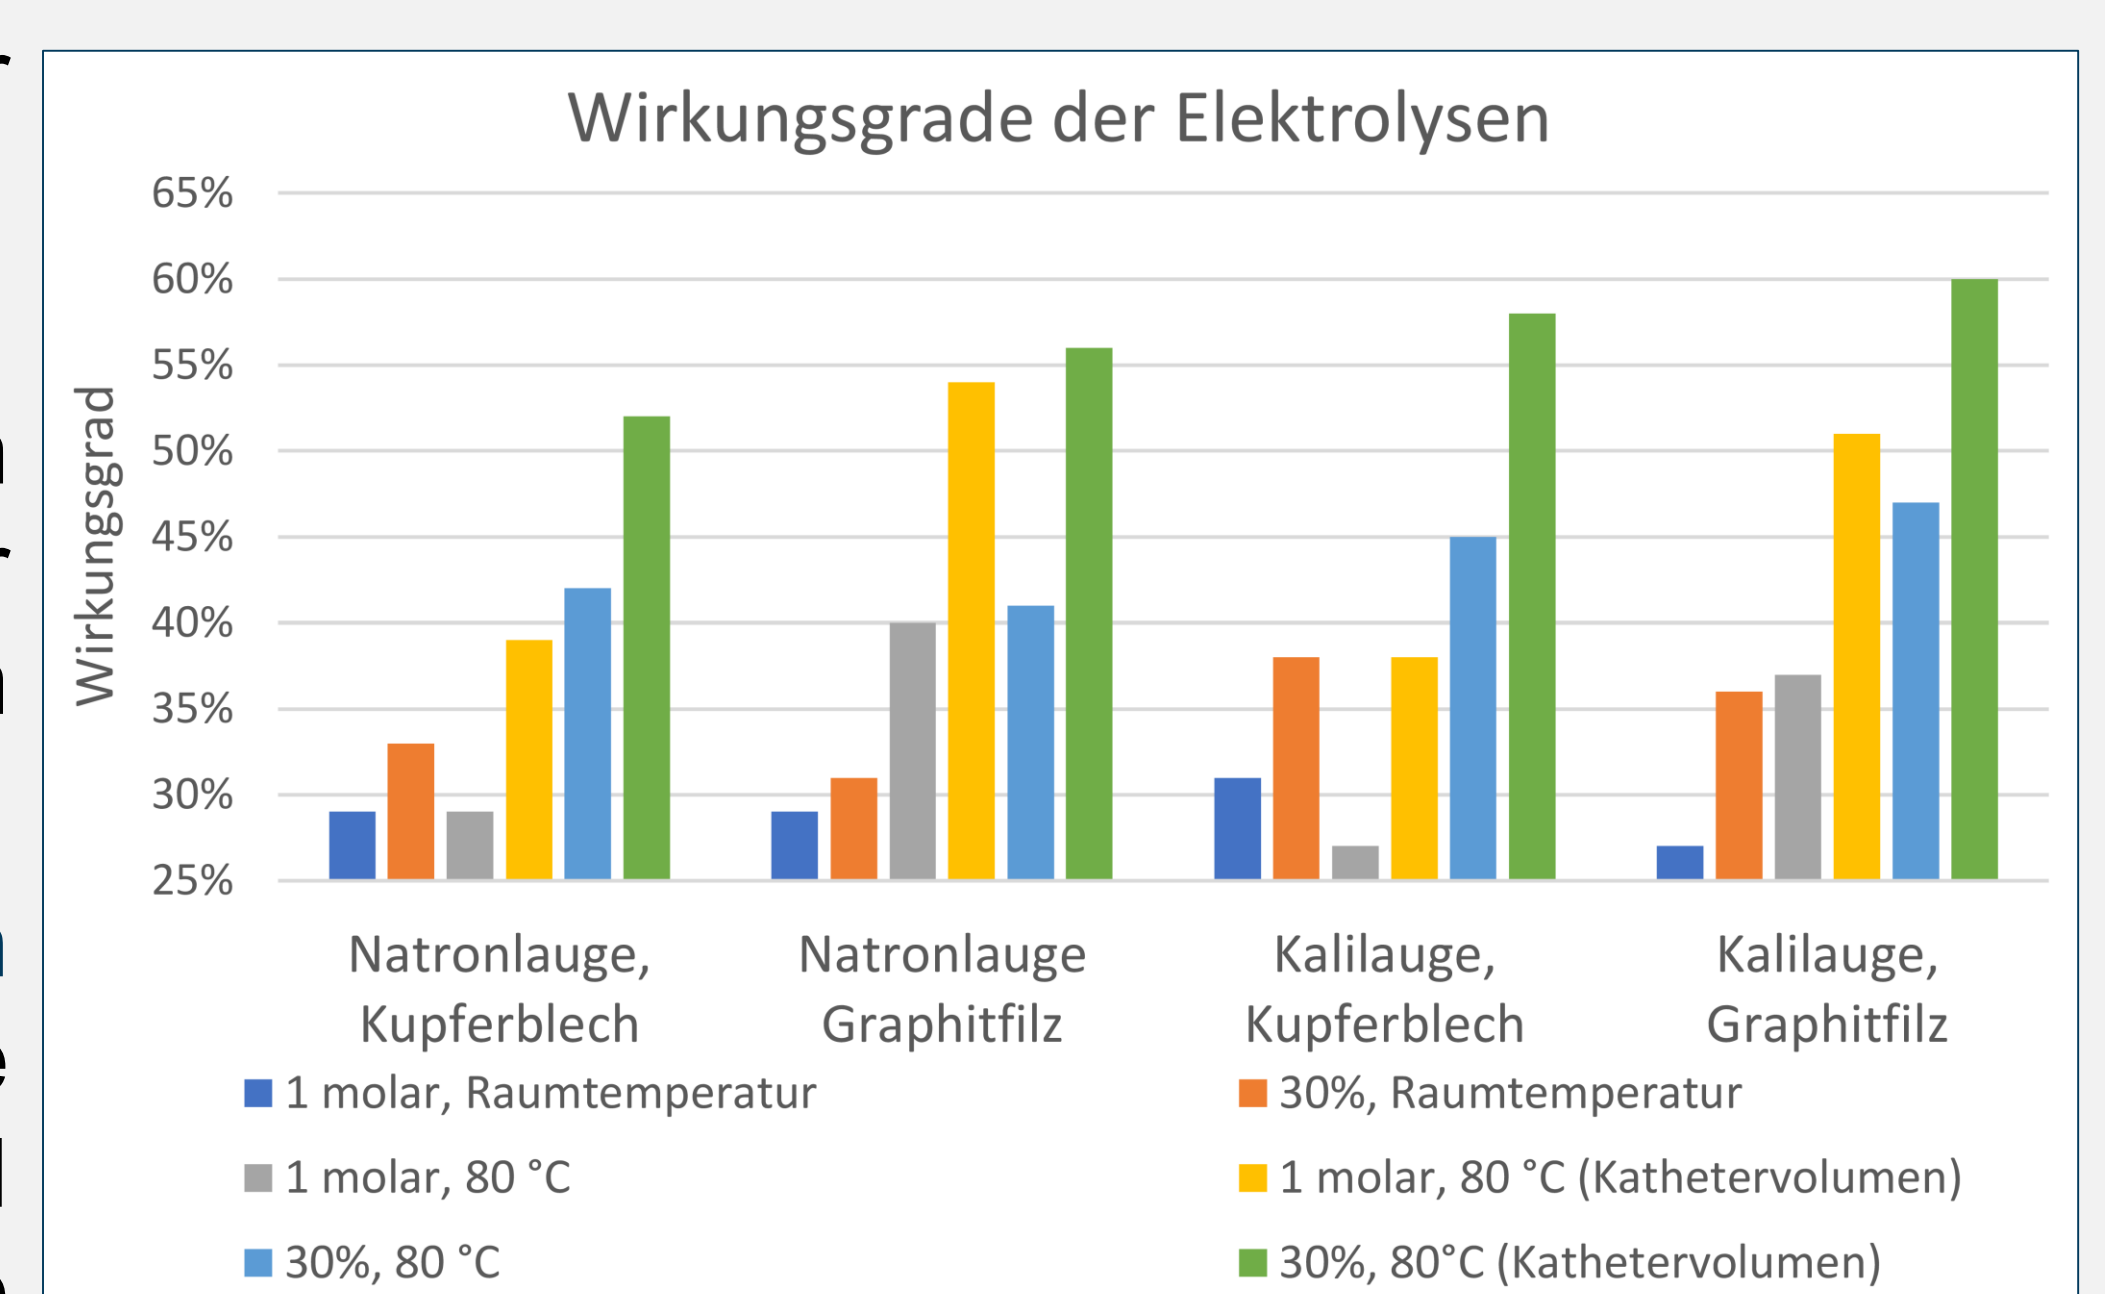

Abb. 5 Vergleich der Wirkungsgrade
- Darstellung der **Wirkungsgrade** in Abb. 5